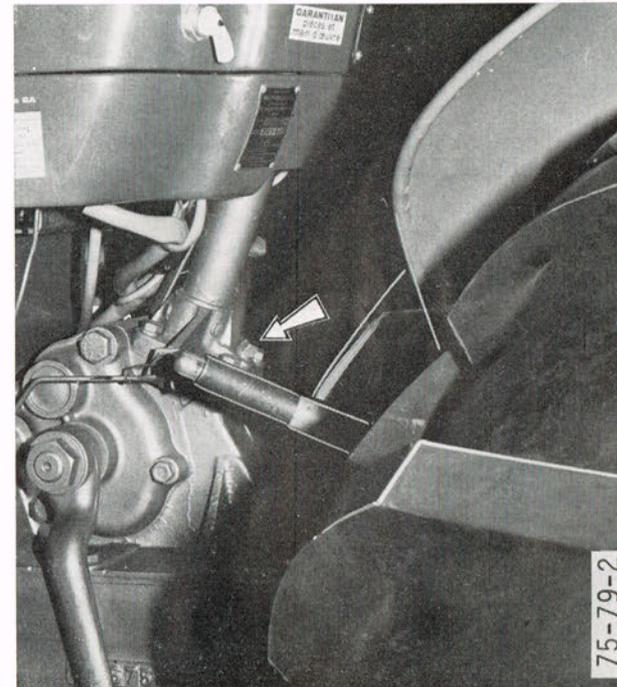

Fig. 49 ▲
**Boitier de direction :** toutes les 500 heures de marche (fig. 49)